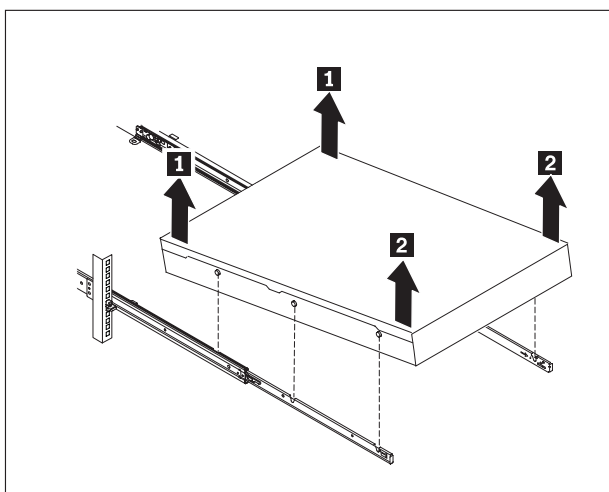

Figura 29. Levantar o dispositivo para o retirar das calhas deslizantes
2. Retire o dispositivo das calhas deslizantes, levantando o mesmo, conforme ilustrado na Figura 29.